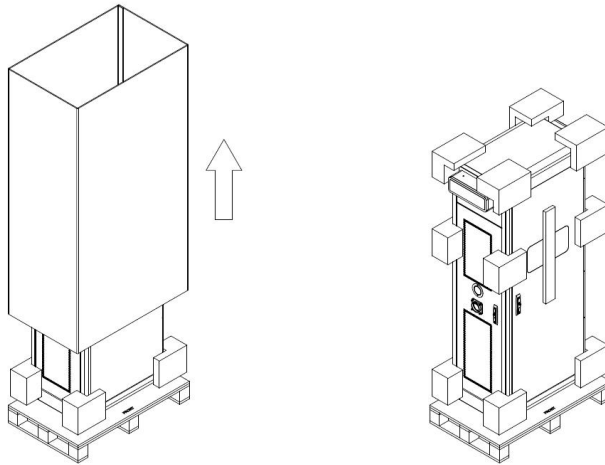

图 5
- 将设备外纸箱向上拿掉，用美工刀将包裹充电桩的 PE 拉伸膜和珍珠棉移除。（如图 5）